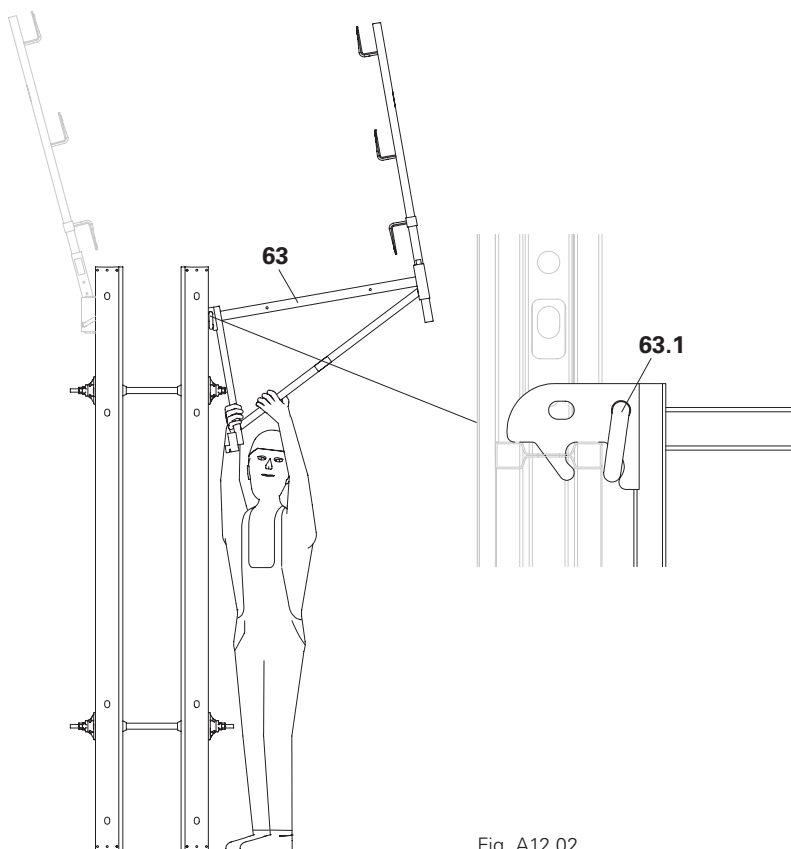

Fig. A12.02
3. Agganciare le mensole per ponteggio (63) nei fori di collegamento degli elementi e fissarle con perni di sicurezza. (Fig. A12.02)